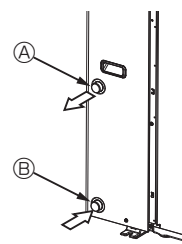

Fig. 4-1
4.1. Racordul conductelor de apă (Fig. 4-1)
- Pozițiile conductelor de admisie și de evacuare sunt prezentate în Fig. 4-1.
[Fig. 4-1]